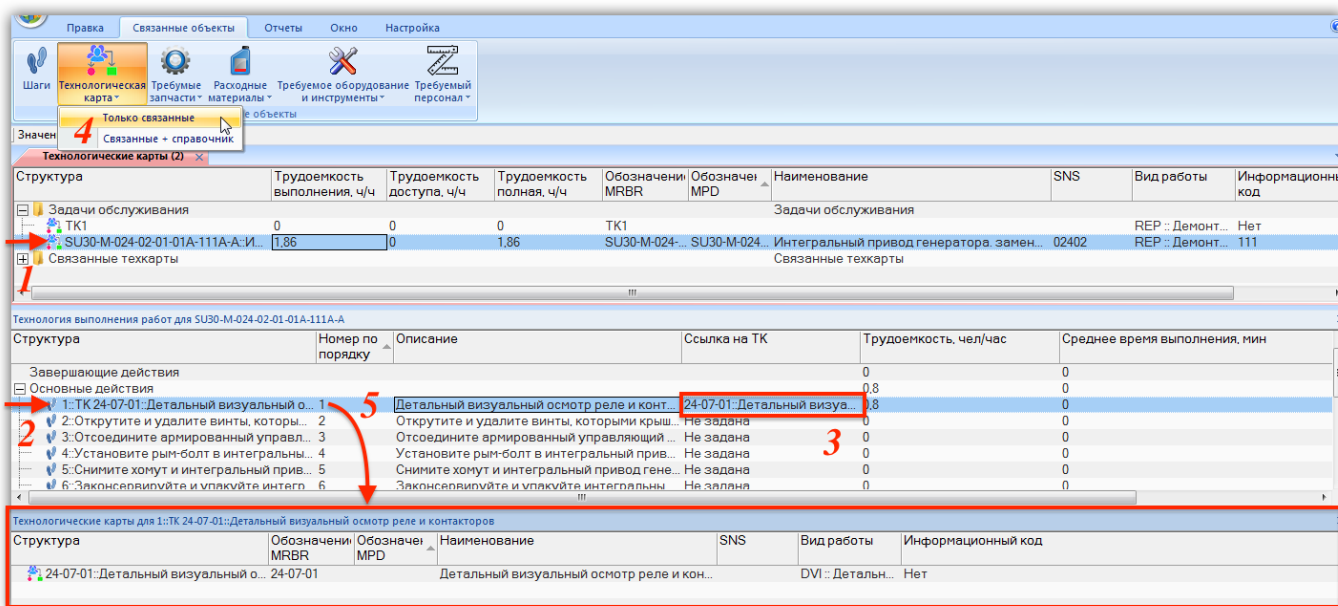

Рис. 12-72 – ТК, связанная с шагом технологии
Для отображения ТК, связанной с шагом технологии, необходимо выбрать этот шаг (2 на рис. 12-72), нажать кнопку «Технологическая карта» панели «Связанные объекты» и выбрать пункт «Только связанные» (4). Связанная с шагом технологии ТК отображается в окне связанных объектов «Технологические карты» (5) для выбранного шага технологии.